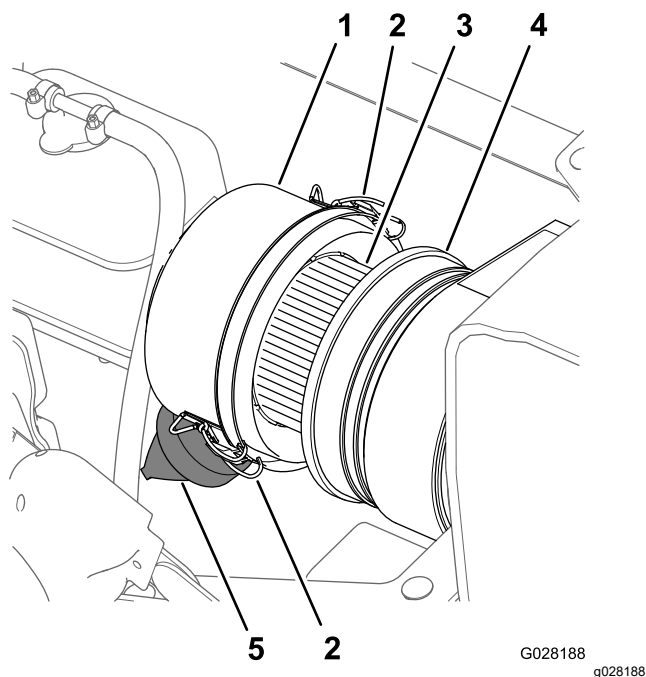

Рисунок 73
3. Очистите пылезащитную крышку и корпус воздухоочистителя (Рисунок 73).
4. Проверьте корпус воздухоочистителя на отсутствие повреждений, которые могли бы вызвать утечку воздуха (Рисунок 73).
5. Сожмите пылезащитный клапан, чтобы очистить его от загрязнений, пыли и мусора (Рисунок 73).
7. Проверьте элемент воздушного фильтра на чрезмерное скопление пыли, загрязнений и мусора (Рисунок 73).
8. Установите пылезащитную крышку на корпус воздухоочистителя и зафиксируйте ее двумя защелками (Рисунок 73).
2. Очистите пылезащитную крышку и корпус воздухоочистителя (Рисунок 73).
клапан влажной тканью (Рисунок 73 и Рисунок 74).